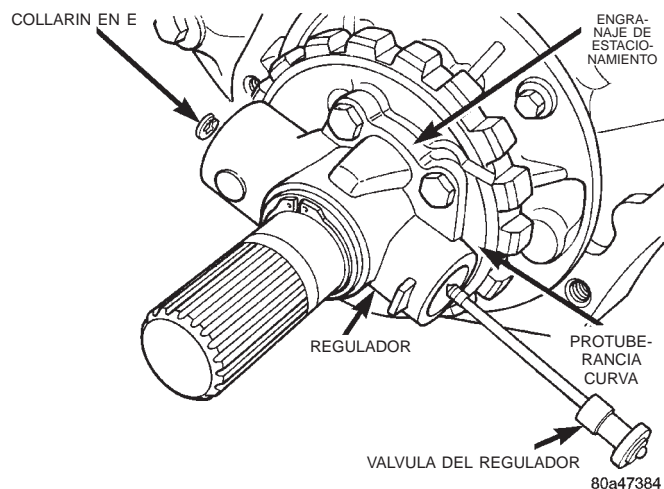

Fig. 35 Válvula del regulador
- (1) Eleve y soporte el vehículo sobre caballetes de seguridad.
- (2) Marque el eje propulsor y la horquilla del eje como referencia para el ensamblaje. Desconecte y a continuación retire el eje.
- (3) Desconecte el cable del freno de estacionamiento en el equilibrador y desconecte los componentes del escape según sea necesario.
- (4) Soporte la transmisión en un dispositivo de elevación adecuado.
- (5) Retire la placa de deslizamiento y el soporte trasero de la transmisión.
- (6) Retire el retenedor de cojinete trasero.
- (7) Afloje pero no retire los pernos que fijan el cuerpo del regulador al engranaje de estacionamiento.
- (8) Gire el eje transmisor de la transmisión hasta que se pueda acceder al conjunto de contrapesos.
- (9) Retire el collarín en E del extremo del eje de la válvula del regulador (Fig. 35).
- (10) Retire del cuerpo del regulador la válvula del regulador y el eje (Fig. 35).
(6) Inserte la válvula del regulador y el eje a través del regulador y coloque el collarín en E (Fig. 35).
(7) Instale el retenedor de cojinete trasero y la junta en la transmisión. Apriete los pernos de la cubierta del retenedor con una torsión de 32 N·m (24 lbs. pie).
(8) Instale el soporte trasero de la transmisión y la placa de deslizamiento.
(9) Instale el sensor de velocidad y los componentes del velocímetro y conecte los cables del sensor de velocidad.
(10) Conecte los componentes del escape y el cable del freno, si se hubieran retirado.
(11) Instale el eje propulsor.
(12) Retire los soportes y baje el vehículo.
(13) Verifique el nivel de líquido de la transmisión y agregue líquido si fuera necesario.